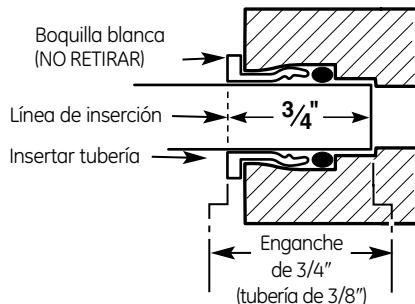

Fig. 7
3. Empuje la tubería firmemente hacia cada conexión en el recolector hasta que la tubería esté nivelado con el collar. (Si se retira la tubería, vuelva a cortar el extremo, mida, marque y vuelva a insertar). La tubería debe estar firmemente insertada para evitar fugas (Fig. 7). (**Para retirar la tubería: Libere y sostenga la boquilla blanca; Hale la tubería hacia fuera para retirar.**)